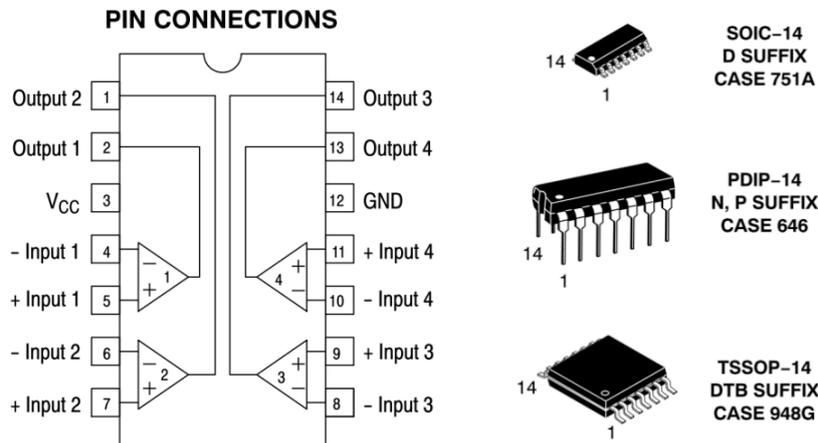

Figura 3.12 – CI LM339. (a) Conexões dos pinos. (b) Encapsulamentos disponíveis.
- * Existe uma grande variedade de AmpOps. Alguns CIs contêm pelo menos duas unidades em um único *chip* (pastilha), o que reduz bastante o custo de produção – veja, por exemplo, a Figura 3.12, que mostra o AOP LM339 - *QUAD Operational Amplifiers*.